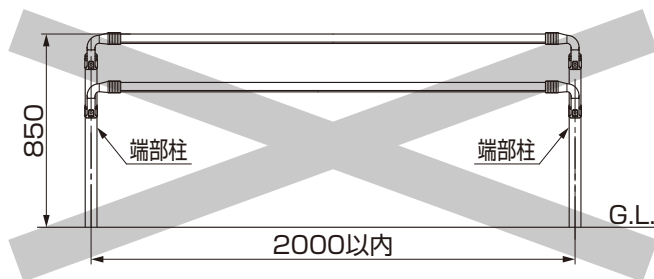

図12-3
- 端部柱~端部柱となる設計、施工は行なわないでください。(図12-3参照)